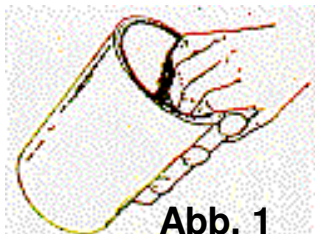
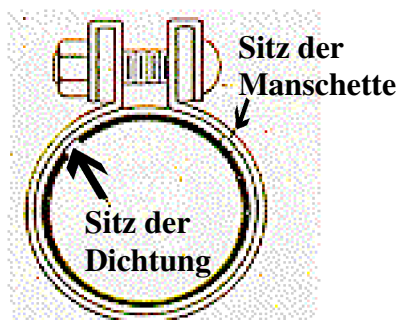

Abb. 1
Abb. 2 Kupplung fertig
DKS-Rohrkupplungen werden montagefertig geliefert...nicht auseinanderbauen. Um zu verhindern, daß die Dichtung aus der richtigen Position rutscht greifen Sie immer die Kupplung wie in **Abb. 1** gezeigt. Das wird Zeit sparen durch Beibehalten der rechten Position der Dichtung und Manschette in Bezug auf Mantel und Klemmflansch.
3. Greifen Sie die Kupplung wie in **Abb. 1** gezeigt, um Dichtung und Manschette (und Dichtungsschutzvorrichtung, wo vorhanden) in getrennten Viertelkreisen zu halten, wie in **Abb. 2** gezeigt. Stellen Sie sicher, daß die Dichtungszähne ineinandergreifen und nicht übereinanderliegen! Öffnen Sie die Kupplung durch zurückdrehen der Schraube bis zur Stirnseite der Mutter ! Innen - Ø der Kupplung muß größer sein als Rohraußen Ø.